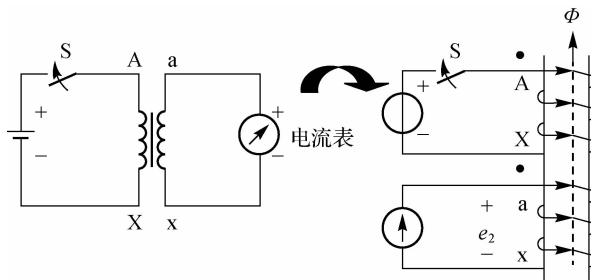

图 3-14 用直流法测变压器的同名端
(2)直流法。如图 3-14 所示,将开关 S 突然闭合,若电流表正偏,则 A 与 a 为同名端;若电流表反偏,则 A 与 x 为同名端。